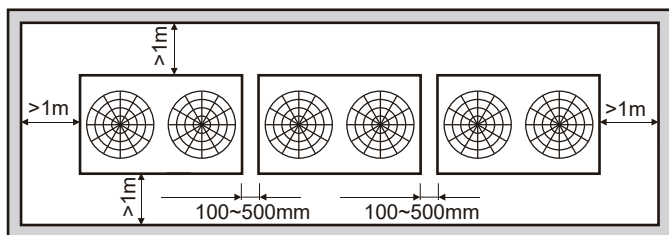

Fig. 3.8 Dimensiones de instalación de la unidad exterior
1. Durante la instalación, se debe dejar un espacio para el mantenimiento como se muestra en la Fig. 3.8. El dispositivo de alimentación debe instalarse al lado de la unidad exterior, como se indica en el manual de instalación de la unidad de alimentación.